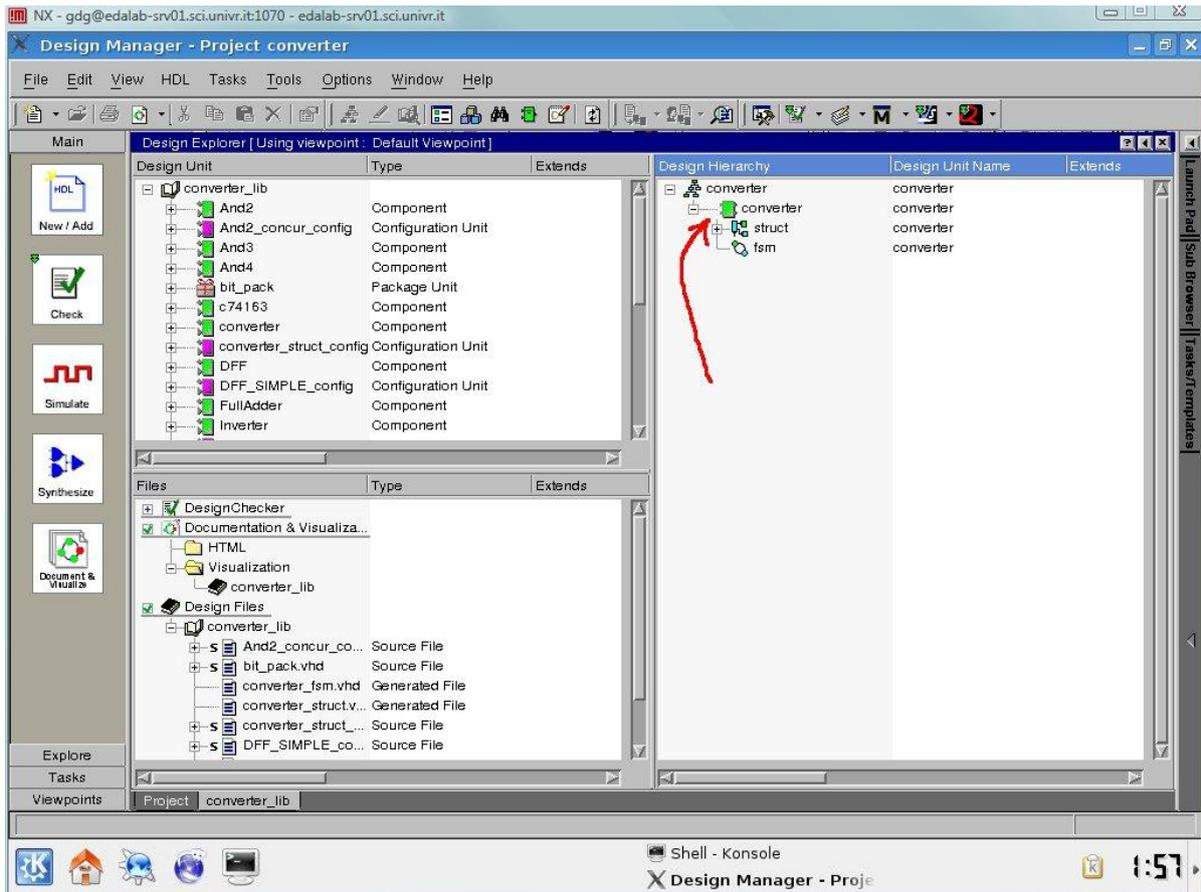

Figura 11: Cliccare sulla freccia rossa per accedere al pannello Interface
- si acceda alla finestra principale **Design Manager** (Figura 11)